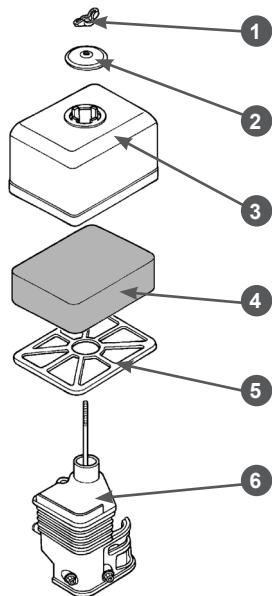

Рис. 18 Обслуживание воздушного фильтра
- Открутите барашковую гайку 1, снимите шайбу 2 и крышку 3 воздушного фильтра в сборе с фильтрующим элементом 4 и сепаратором 5 (Рис. 18).
2. Извлеките из крышки 3 сепаратор 5 и фильтрующий элемент 4 (Рис. 18).
4. При незначительном загрязнении промойте поролоновый фильтрующий элемент 4 (Рис. 18) теплым мыльным раствором и просушите. Поврежденный или сильно загрязненный поролоновый фильтрующий элемент замените.
6. Произведите очистку крышки 3 воздушного фильтра, сепаратора 5 и основания 6 воздушного фильтра, не допуская попадания грязи и пыли в воздуховод, ведущий к карбюратору (Рис. 18).